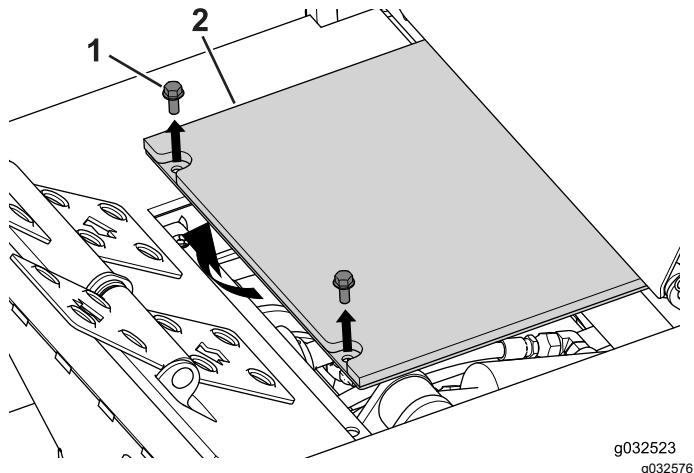

Figura 101
1. Retire los 2 pernos que fijan la cubierta de la chapa de suelo, y retire la cubierta (Figura 101).